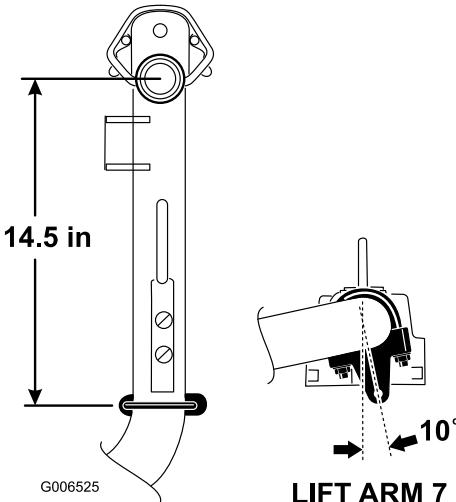

Figura 6
3. Nos braços de elevação nº 6 e nº 7, posicione os suportes e as cavilhas em U 37 cm atrás do centro da articulação (Figura 6). Rode os suportes 10 graus para o lado exterior da máquina.